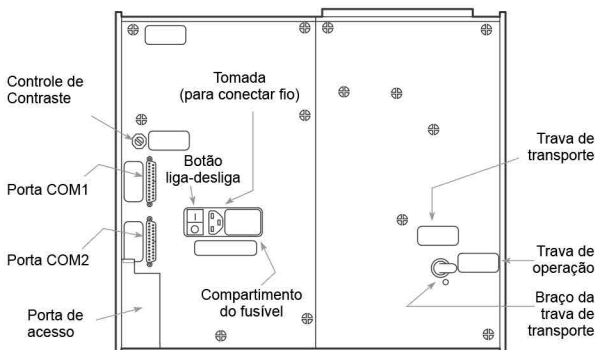

Figura 4. Visão Posterior do GAC 2100
O GAC 2100 é embarcado sempre com a trava de transporte acionada para evitar que a célula de teste sofra qualquer movimentação brusca, o que poderia promover uma descalibração da balança. Para assegurar que a trava de transporte esteja acionada durante todo o percurso, a mesma é fixada por uma peça branca de plástico que **DEVE** ser guardada para futuros transportes. Antes de ligar o seu GAC 2100, na parte posterior do mesmo, retire a peça branca de plástico e destrave a trava de transporte colocando-a na posição de operação (Veja Figura 4).
Certifique-se de que o botão Liga/Desliga esteja na posição OFF (O) e que a trava de transporte esteja na posição de operação. Conecte o cabo de força no local adequado na parte posterior do aparelho (Veja Figura 4) a uma tomada aterrada de três pontos.
⚠️ ATENÇÃO: Antes de iniciar o procedimento a seguir, assegure-se de que o aparelho encontra-se desligado com o botão Liga/Desliga em OFF (O) e de que a trava de transporte esteja na posição OPERAÇÃO. Ambos localizam-se na parte traseira do aparelho (Veja a Figura 4).
O controle do contraste do visor está na parte posterior do aparelho (Veja Figura 4) imediatamente abaixo das portas COM1 e COM2. Uma chave de fenda comum pode ser necessária para girar o parafuso que ajusta o contraste entre os caracteres e o fundo do visor. Ajuste-o de forma que as condições externas de iluminação não interfiram na visualização dos caracteres.